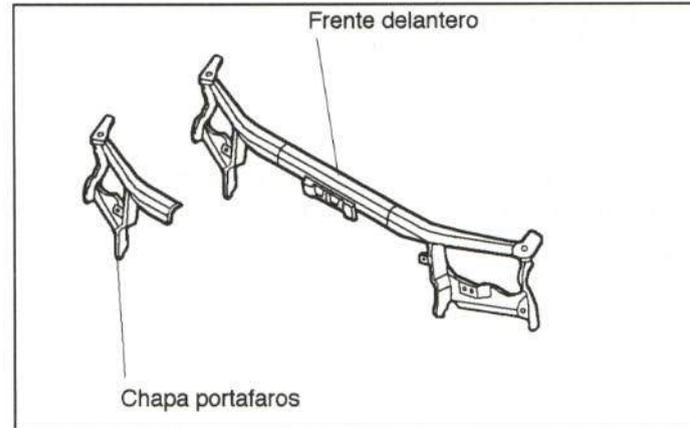

Figura 26.- Comercialización de la chapa portafaros
El fabricante comercializa la chapa portafaros como pieza de recambio independiente o formando parte del frente delantero (figura 26).
- Rejilla frontal (figura 26).